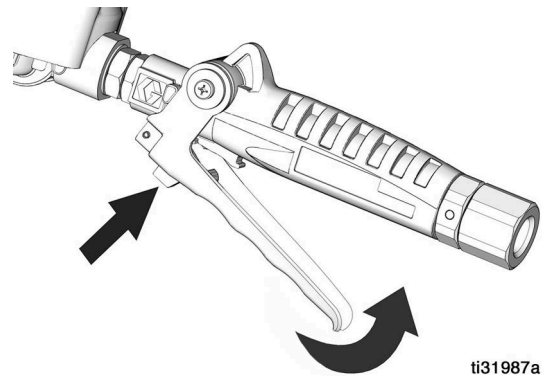

图 10
2. 完全按下扳机锁定按钮，并将扳机朝向阀体（图 10）挤压。